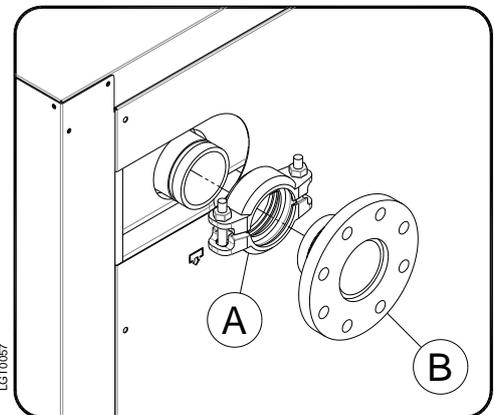

Abb.2
Flansch (B) und Schelle (A) wie in Abb. 2 montieren.
**Die Dichtung in der Schelle (A) darf auf keinen Fall beschädigt werden.**